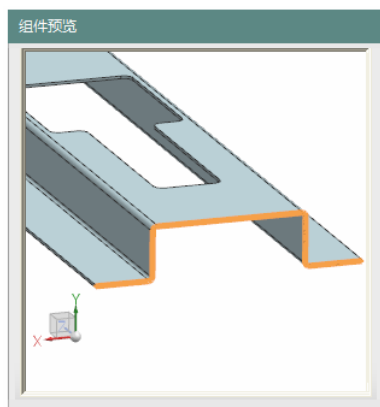
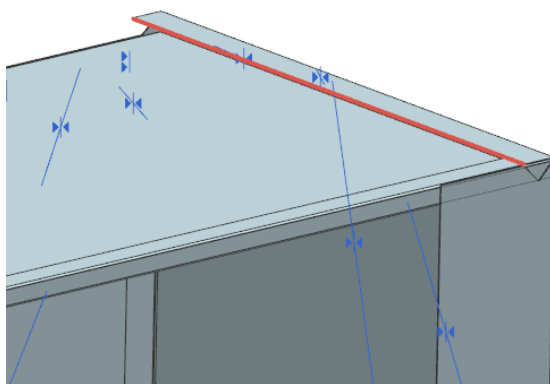

图 11-289 选择相配部件
图 11-290 选择基础部件
(2) 在“添加组件”对话框中，设置“定位”为“通过约束”，单击按钮，打开“装配约束”对话框。选择“接触”方法，在视图区选择相配部件和基础部件，如图 11-289 和图 11-290 所示。单击按钮。